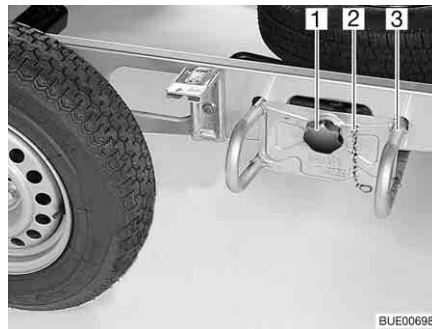

Fig. 214 Etrier de roue de secours
- Décrocher la chaîne de sécurité (Fig. 214,2).
- Desserrer et dévisser la poignée-étoile (Fig. 214,1).
- Sortir l'étrier de roue de secours (Fig. 214,3) d'environ 10 cm et le poser sur le sol.